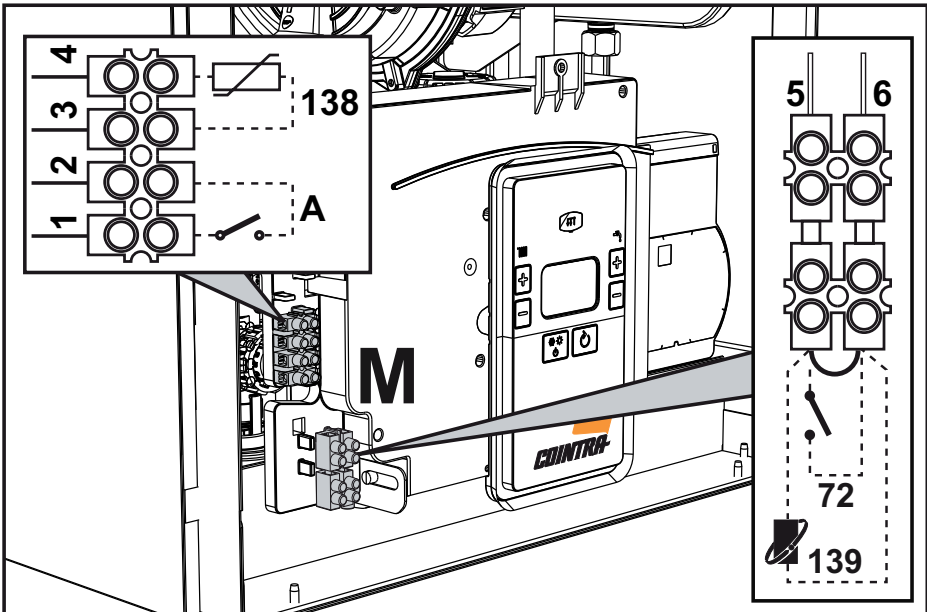
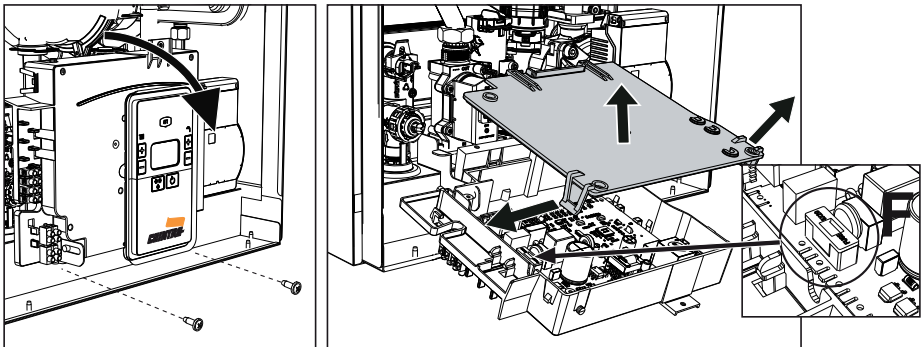

fig. 18
fig. 19
Após a remoção do painel frontal (sez. "Abertura do painel frontal" a pag. 82), é possível aceder aos blocos de terminais (M) e ao fusível (F) seguindo as instruções seguintes (fig. 18 e fig. 19). Os terminais indicados na fig. 19 devem ter contactos sem tensão (não 230V). A disposição dos terminais para as várias ligações também é indicada no esquema de ligações elétricas na fig. 45.
Configuração do interruptor ON/OFF (A fig. 19)